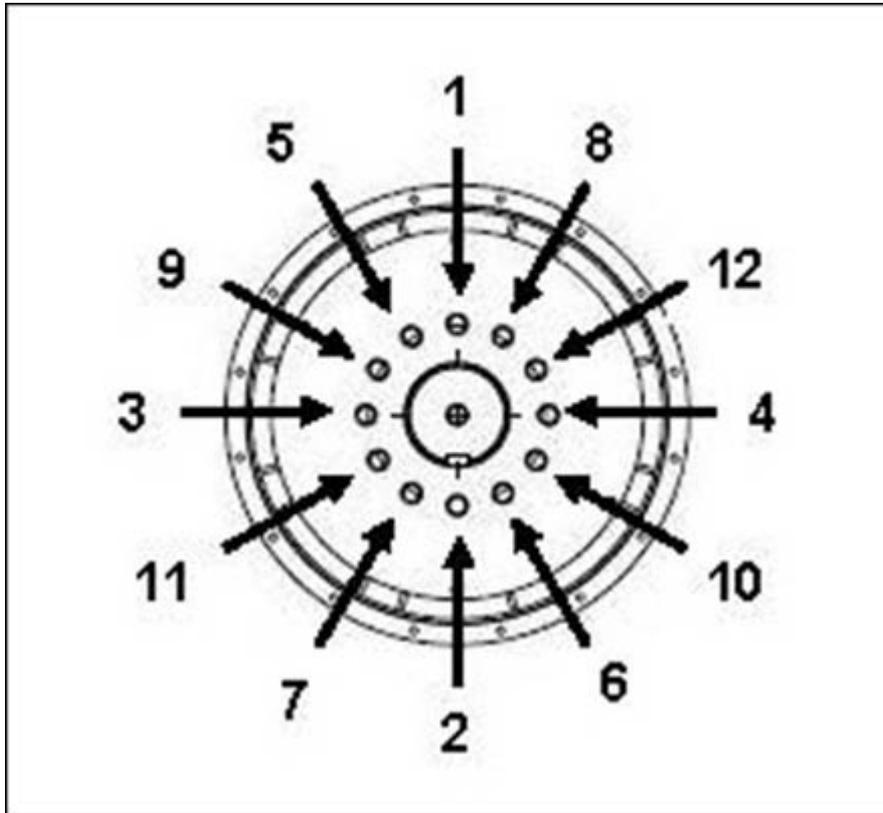

FIGURA 18. SECUENCIA DE FIJACIÓN AL CUBO
4. Si es necesario, apriete los pernos de los discos de acoplamiento en la secuencia que se muestra en Figura 18 en la página 40.